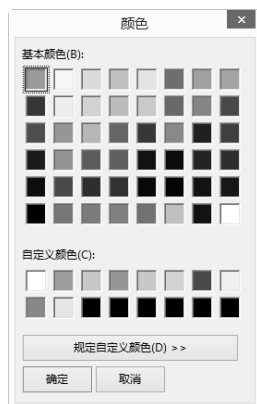

图 12-34 “颜色”对话框
- 7) 如果要指定图层上实体的线条颜色，单击“颜色”选项，在弹出的“颜色”对话框中选择颜色，如图 12-34 所示。